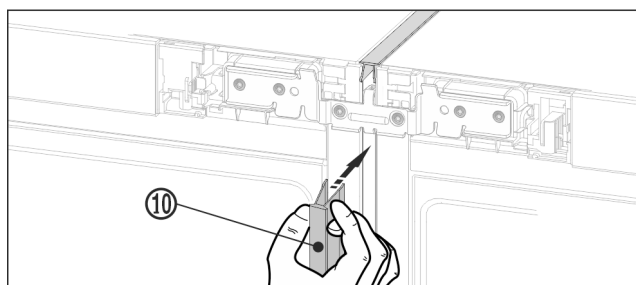

Fig. 27
- Sul lato anteriore premere il listello superiore Fig. 27 (10) lungo nella fessura verticale. Assicurarsi che il listello poggia sulla lamiera di collegamento.